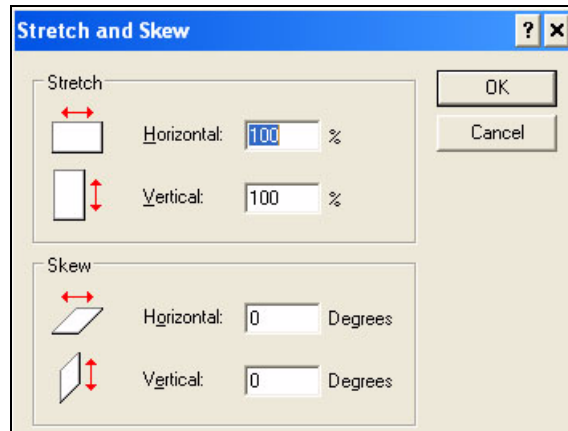

Abbildung 5-47: Bild strecken und stauchen
*Hinweis: Wenn das Logo größer als gewünscht ist, navigieren Sie zu *Bild > Strecken/Stauchen*. Geben Sie die entsprechenden Werte ein, um die Bilder in vertikaler und horizontaler Richtung zu strecken/stauchen (Abbildung 5-47:) Geben Sie dabei gleiche Werte für die horizontale und vertikale Richtung ein*